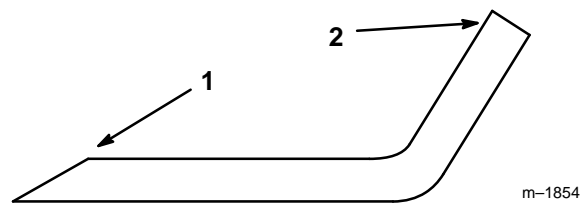
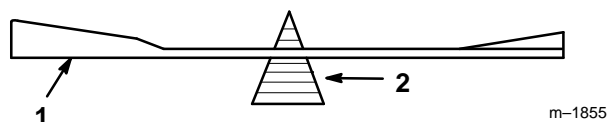

Figure 35
Figure 36
1. Au moyen d'une lime, aiguïser les arêtes de coupe aux deux bouts de la lame (Fig. 35) en veillant à conserver l'angle de coupe d'origine. Limer la même quantité de métal sur chacune des deux arêtes pour ne pas déséquilibrer la lame.
2. Vérifier l'équilibre de la lame en la plaçant sur un équilibreur (Fig. 36). Si la lame reste horizontale, elle est équilibrée et peut être utilisée. Si la lame est déséquilibrée, limer un peu l'extrémité de la partie incurvée (Fig. 35). Vérifier de nouveau et répéter la procédure jusqu'à ce que la lame soit équilibrée.